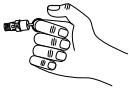

Figura 3
- Este producto se debe usar con circuitos de 120 voltios y tiene un enchufe similar al de la Figura 3. Cerciórese de que lo ha conectado a un tomacorrientes similar al enchufe.